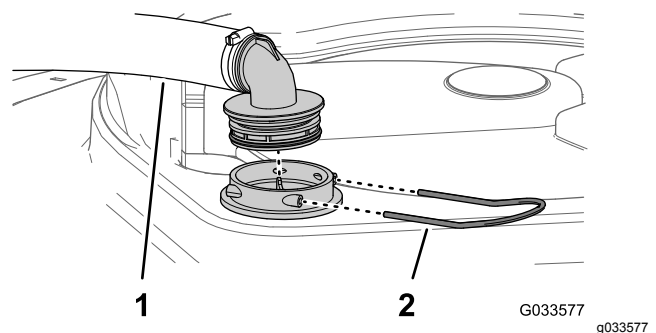

Figure 99
2. Au sommet de la cuve du pulvérisateur, retirez l'étrier qui fixe le raccord de flexible sur le grand flexible et le logement du filtre (Figure 99).
3. Retirez le flexible et le raccord du logement du filtre (Figure 99).